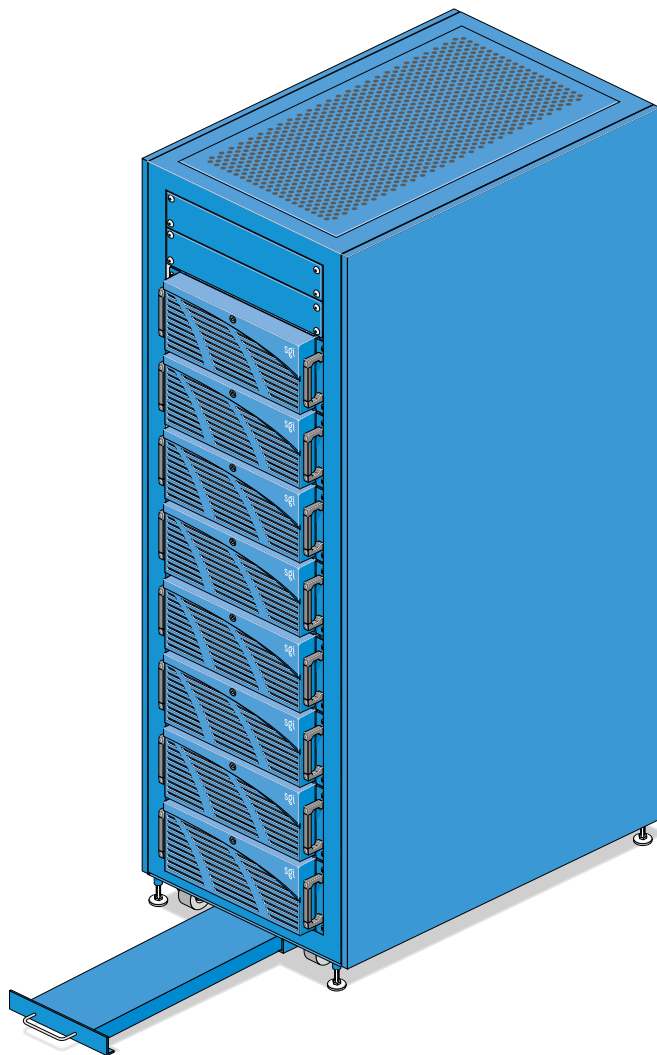

図 4-15 転倒防止トレイを引き出す
6. ラックの転倒防止トレイを引き出します (図 4-15 を参照)。
2. 転倒防止トレイを引き出します (62 ページの図 4-15 を参照)。